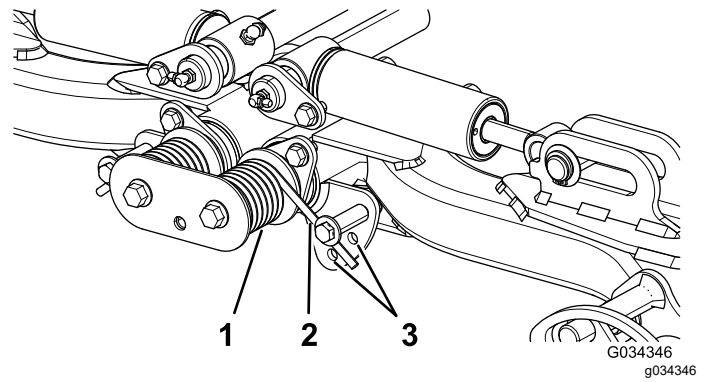

図 34
2. 調整作業の最中に、スプリングのテンションが掛からないようにするため、スプリングの長い方の端にパイプなどを通してスプリングの力を殺しておく(図 34)。
3. スプリングのテンションをなくしたら、スプリングアクチュエータを固定しているボルトとロックナットを外す(図 34)。